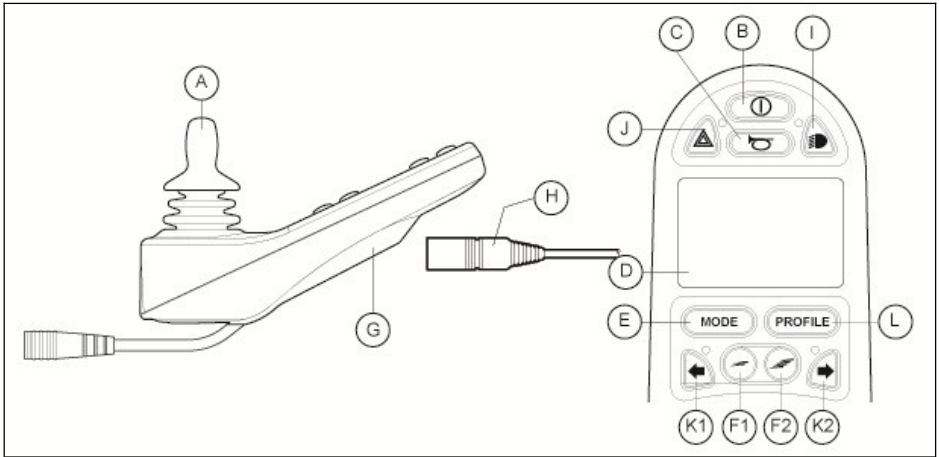
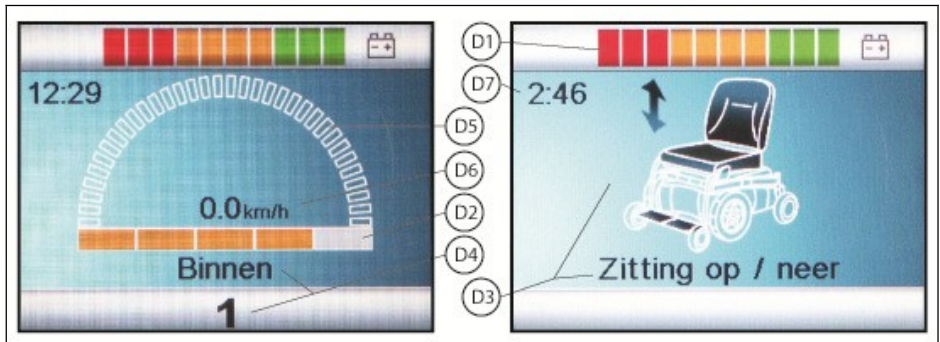

Abbildung 1.2
Abbildung 1.3: links: 'Fahrmodus', rechts: 'Einstellungen'-Modus
Um mit dem Rollstuhl fahren zu können oder um die elektrischen Einstellungen vornehmen zu können, muss die Steuerung eingeschaltet werden. Drücken Sie hierzu auf den Ein-/Ausschalter (B in Abb. 1.2).
Die Höchstgeschwindigkeit wird über den Geschwindigkeitsregler am Steuerkasten eingestellt (F1 und F2 in Abb. 1.2). Auf dem Bildschirm gibt der Geschwindigkeitsbalken grafisch die Maximalgeschwindigkeit an (D2 in Abb. 1.3). Während der Fahrt wird die Geschwindigkeit mit dem Joystick eingestellt. Wird der Joystick nur ein kleines bisschen bewegt, dann ist auch die Geschwindigkeit gering.
Mit diesem Steuerkasten können Sie mehrere Fahrprofile nutzen. So kann ein Fahrprofil für die Verwendung in der Wohnung den Stuhl "ruhig" reagieren lassen. Für draußen ist es möglich, den Rollstuhl "temperamentvoller" einzustellen. Der Name des aktuellen Profils steht unter dem Geschwindigkeitsbalken (D4 in Abb. 1.3). Mit R-Net ist es möglich, innerhalb jedes Profils die Geschwindigkeit zu regeln.
Zum Ändern des Profils muss die "Profile"-Taste gedrückt werden (L in Abb. 1.2). Drücken Sie auf die "Profile"-Taste, bis das gewünschte Profil ausgewählt wurde.
2. Gehen Sie in den Modus "Einstellungen", indem Sie die "Modustaste" drücken (E in Abb. 1.2). Die Steuerung befindet sich jetzt im "Einstellungsmodus". Es ist jetzt nicht mehr möglich, zu fahren.
- Beleuchtung (I in Abb. 1.2)
- Warnlicht (J in Abb. 1.2)
- Blinker (K1 & K2 in Abb. 1.2)
- Wenn das Bedienelement nicht eingeschaltet ist, drücken Sie auf den Ein-/Ausschalter (B in Abbildung 1.2).